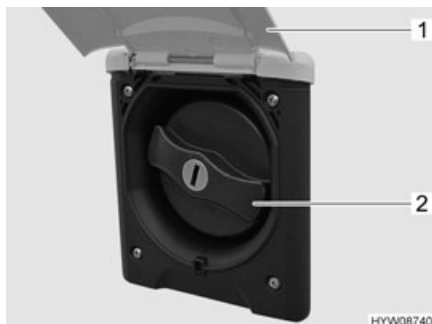

Fig. 110 Coperchio (bocchettone di riempimento dell'acqua potabile)
- Sollevare lo sportello esterno (Fig. 110,1).
- Ruotare il coperchio blu (Fig. 110,2) di un quarto di giro.